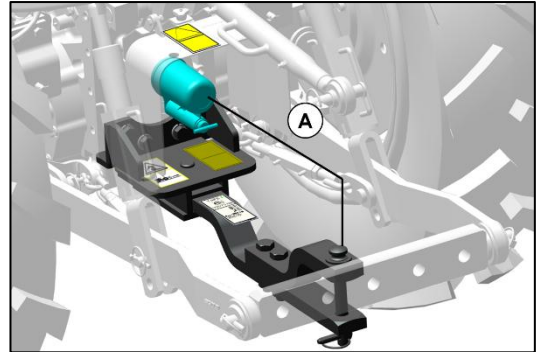

Abb. 102 – HORIZONTALER ABSTAND „A“
4. Von der Zapfwelle angetriebene Arbeitsgeräte: Der Abstand zwischen der Zapfwelle und der mechanischen Kupplung entspricht der Norm ISO 6489-3:2004. Prüfen Sie immer, ob das Arbeitsgerät der gleichen Norm entspricht. Das in Abb. 102 dargestellte Maß A beträgt 400 mm.